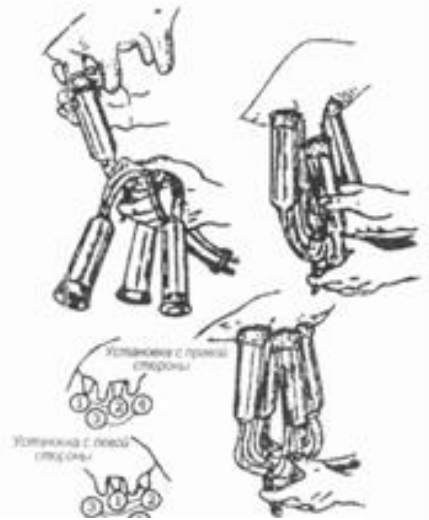
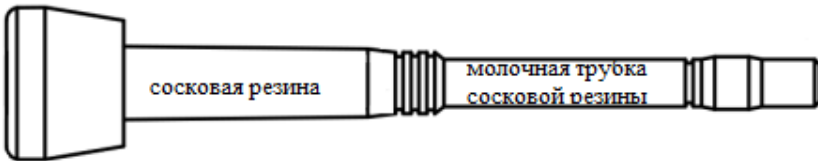

Рис.22
Рис. 24
Установка доильного аппарата на вымя коровы (рис. 22);
- 3) взять дальний от себя стакан свободной рукой и установить его вертикально головкой вверх (рис. 22), Молочная трубка сосковой резины (рис. 24) должна быть при этом перегнута (положение S);